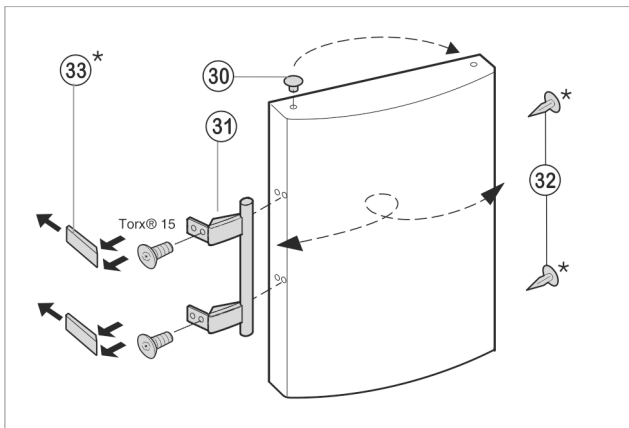

Fig. 10
- ▶ Извлеките пробку Fig. 10 (30) из опорной втулки дверцы и переставьте.
- ▶ Снимите и переставьте на противоположную сторону дверную ручку Fig. 10 (31), пробку Fig. 10 (32) и прижимные пластины Fig. 10 (33).